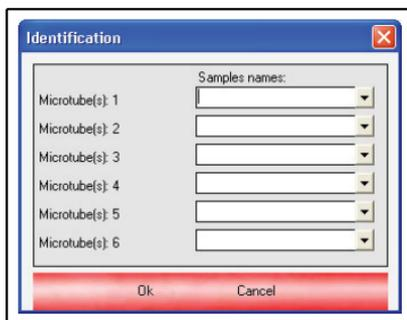

Fig. 5-14: Identificación
- Dependiendo del tipo de análisis efectuado, aparece una de las siguientes ventanas (Fig. 5-14) o (Fig. 5-15).